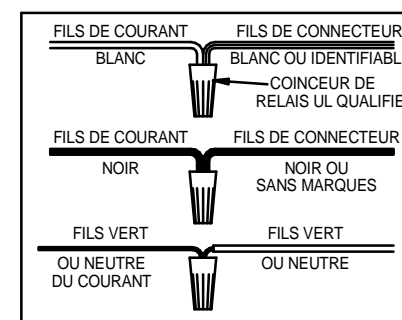

FIG.2
3.- Si un câble autre que celui de type NM (Romex) est utilisé, ouvrez une grande débouchure (15) à l'endroit désiré sur le haut ou les côtés de la boîte de dérivation (10). Insérez le câble d'alimentation électrique adéquat dans la boîte de dérivation et serrez en place avec un connecteur adéquat homologué UL (NON FOURNI).
4.- Reliez les fils du dispositif (15) aux fils de l'alimentation (16) selon le diagramme de câblage. Utilisez les coinces de relais homologués UL (NON FOURNIS).
5.- Pour avoir accès à la boîte de dérivation (10), quand le plafond est terminé, dévissez les trois vis (24) qui maintiennent le logement (6) en place. Descendez le logement. Retirez la vis (21) et la porte d'accès (22) dans le dispositif. Maintenant le couvercle de la boîte de dérivation (9) peut être retiré pour effectuer l'entretien. (L'Ouverture dans le Plafond doit être de 6 7/8 pouces (17,5 cm) de diamètre)
7.- **POUR APPLICATIONS HERMÉTIQUES:** Pour les applications hermetiques ou pour satisfaire aux exigences du Code de l'Énergie de l'État de Washington, combler l'espace entre le logement (6) et le plafond (23) en mur de pierres sèches avec un mastic de silicone, ruban, ou autre moyen qui conforme au code local officiel. On peut utiliser le Nécessaire de Joint Progress Lighting P8587-01 (acheter séparément). (Voir Fig. 2).